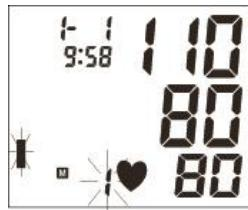
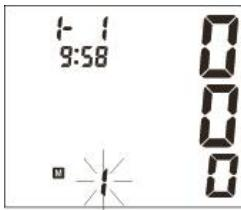

Figura 7-7
Figura 7-8
- f. Pulse de nuevo el botón “**MEM**” se mostrará el resultado más reciente (Figura 7-7). Se mostrarán la presión sanguínea y las pulsaciones por separado. Es posible que parpadee el símbolo de latido irregular (si lo hay) e la barra de tensión arterial. Si no hay memoria dos resultados la pantalla muestre “0” (Figura 7-8).